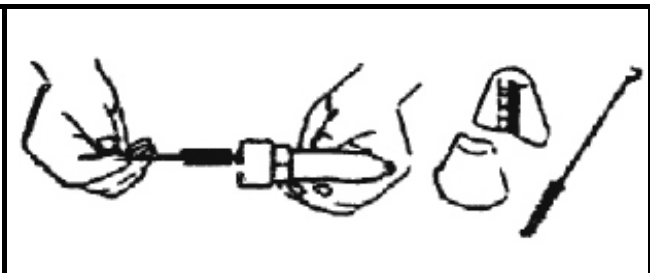

Fig.8
4. Limpie todas las partes y el interior del cabezal (Fig.8).